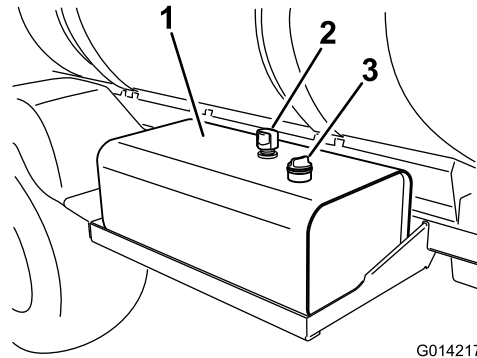

Bild 90
2. Reinigen Sie den Bereich um den Peilstab des Hydraulikölbehälters und nehmen ihn ab (Bild 90).